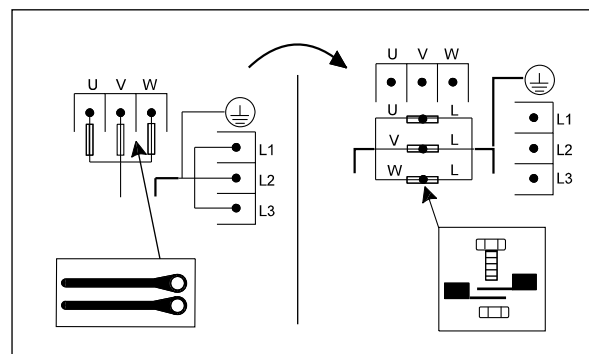

Рис. 41 Переключение насоса типа "E" из нормального режима работы в аварийный
3. Подсоедините провода, как показано на рис. 41.